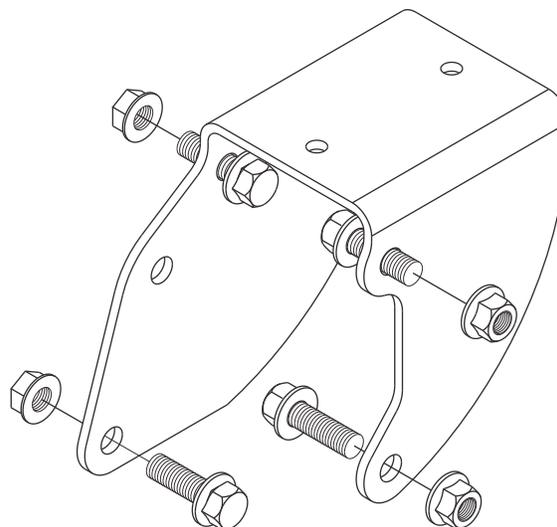

Figura 17. Extensiones de la viga trasera para modelos VANTRAAX HKAT 46K (HKA200), HKAT 50K (HKA250), HKAT 69K23 y HKAT 69K25
- Ambos kits de instalación del SURELOK vienen con extensiones de la viga atornillable (figura 17), las cuales son requeridas para acomodar el SURELOK en los modelos VANTRAAX HKAT 46K (HKA200), HKAT 50K (HKA250), HKAT 69K23 y HKAT 69K25.